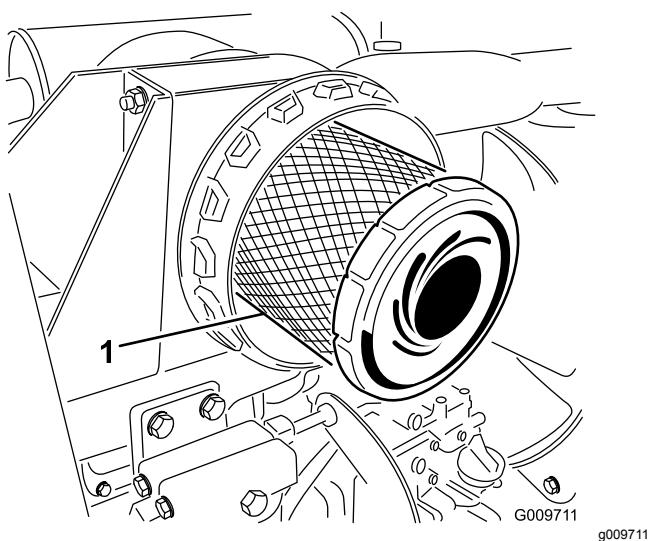

Figura 51
- Retire e substitua o filtro primário (Figura 51).